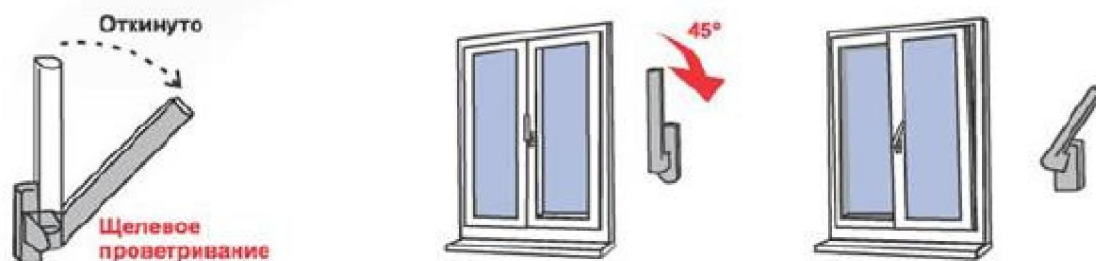

Рис.3
5) Для перевода створки в положение «Проветривание» ручку поворачивают из положения «Откинута» в положение «Проветривание» на 45 градусов (см. Рис. 3). При этом створка окна (после небольшого поворота относительно нижней горизонтальной оси) фиксируется, будучи неплотно прижатой к раме окна сверху. Зазор между рамой окна и створкой (в верхней части) в данном режиме может составлять от 5 до 10мм. и регулируется небольшим поворотом ручки (щелевой режим).